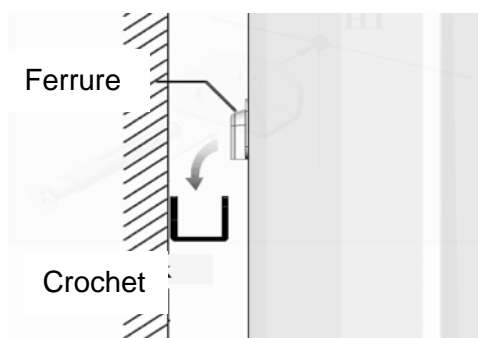

Figure 5
- Suspendez l'unité aux crochets (voir figure 5).